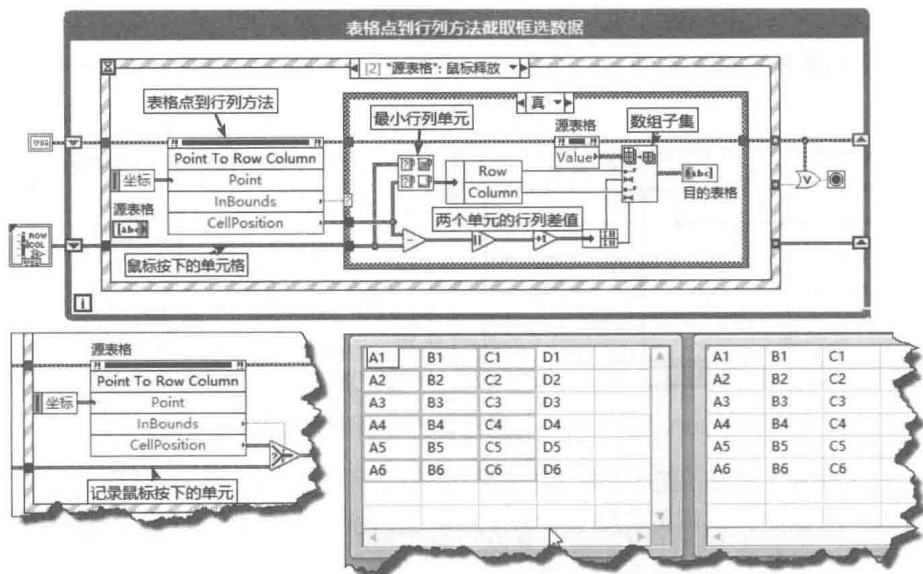

图 7-21 利用表格的“点到行列”方法截取选定的数据
6) 如图 7-21 所示，利用“点到行列”方法返回鼠标单击坐标所在单元格的行列，该方法经常结合事件结构一起使用。在鼠标按下事件中，记录框选数据的开始行列；在鼠标释放事件中，得到框选数据的结束行列。计算二者之间的差值，得到需要截取的二维数组长度。然后利用数组子集函数，得到框选的数据，将它们写入输出表格控件中。注意框选时，用户可能由上至下选取，也可能由下至上选取，在程序框图中使用最大最小值函数与绝对值函数，就是为了处理这两种情况的。